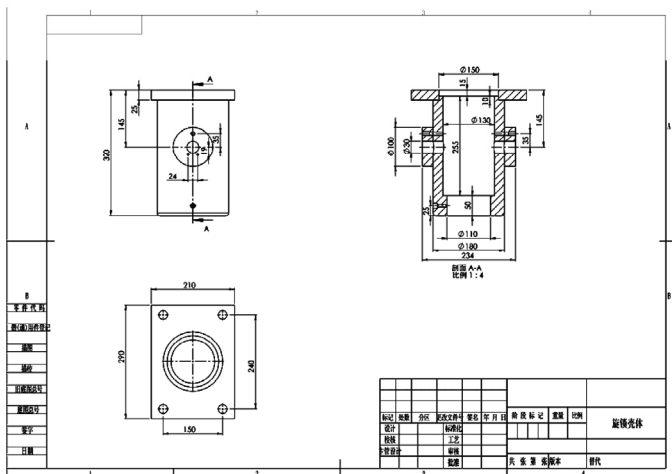

图 7-102 添加尺寸标注
STEP 5 单击“注释”工具栏中的“智能尺寸”按钮, 以类似于草图中标注尺寸的方式为视图添加如图 7-102 所示的标注。